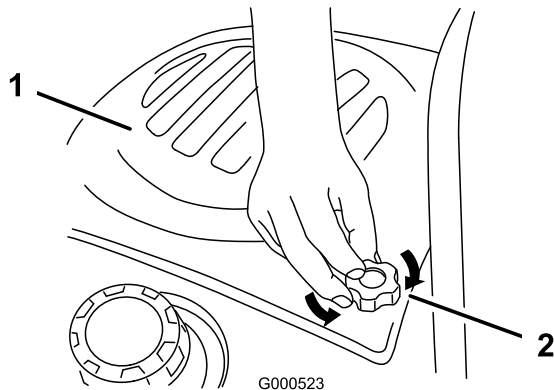

Bild 17
1. Lockern Sie zum Abnehmen der Haube die Handräder und ziehen Sie die Haube dann nach hinten und nach oben (Bild 17).
3. Ziehen Sie die Handräder in der Motorhaube an (Bild 17).